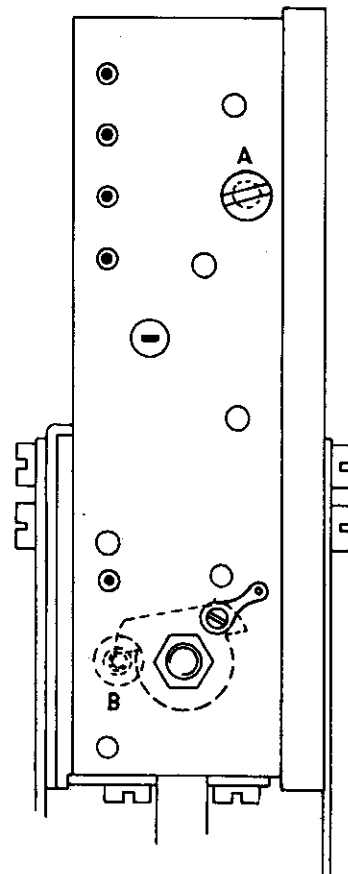

Fig. 3
- Dévisser la vis du trou A (fig. 3), la placer dans le trou B.
Retirer la vis du trou B et la visser dans le trou A (fig. 3). Enfoncer une touche et vérifier que le jeu entre les tiroirs J et M est égal. Si le tiroir J a plus de jeu que le tiroir M (ou inversement), le pignon 19 n'est pas bien centré. Dans ce cas desserrer légèrement les vis B et positionner le sélecteur correctement. Resserrer les vis B.